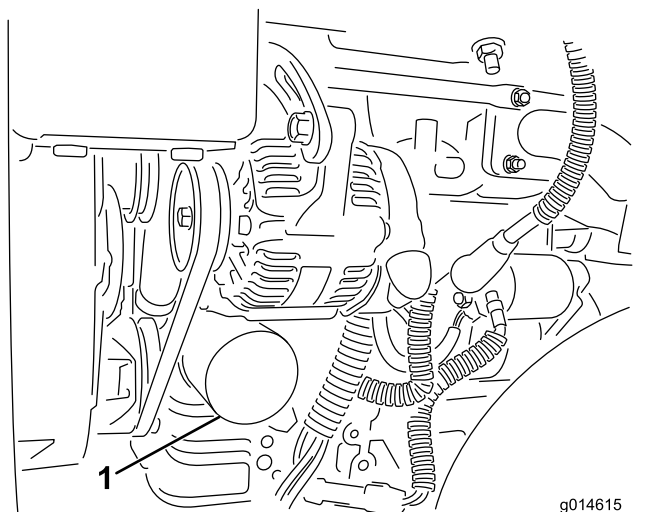

Figura 29
2. Togliete il filtro dell'olio (Figura 29). Spalmate un leggero strato di olio pulito sulla nuova guarnizione del filtro.